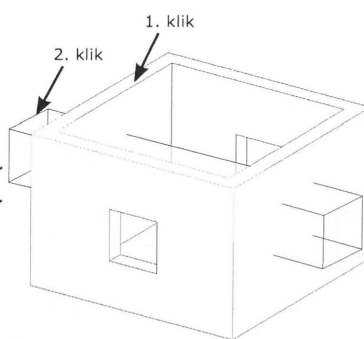

Fig. 04.40. Klik først på det 1. objekt og derefter på den nye *Void*.
- Klik først på det store objekt og derefter på *Void Formen* (Fig. 04.40).